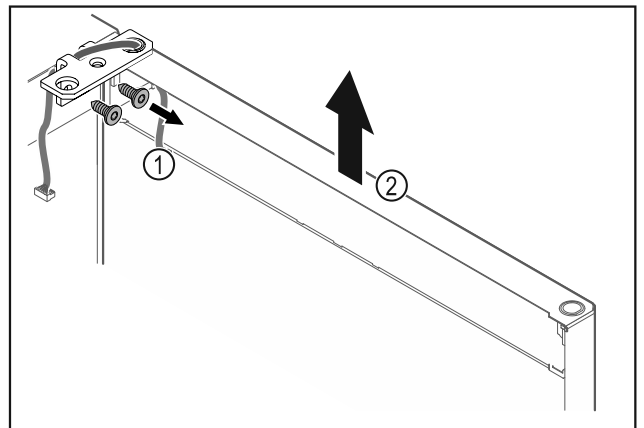

Fig. 25
- Irrota saranakulma Fig. 25 (1).
- Nosta ovia saranakulmineen Fig. 25 (2) noin 200 mm suoraan ylöspäin ja ota pois.